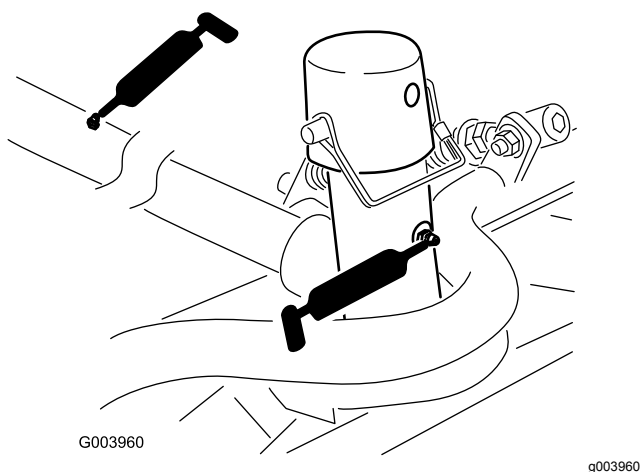

Figura 65
- Telaio portante e perno dell'apparato di taglio (2 cad.) (Figura 65)